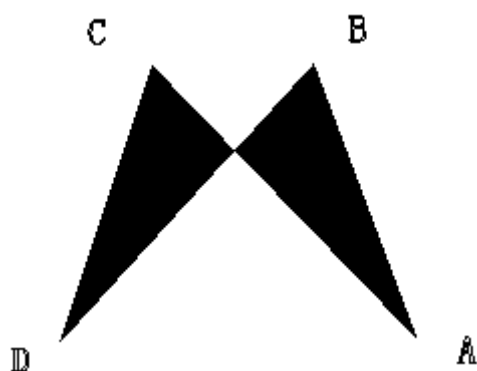

图 4-16 顺着同一个方向结果
用 Solid 命令绘制如图 4-16 所示图形，其具体操作如下：
3) 输入点的顺序应按“左、右”、“左、右”、……，依次输入，否则会出现“遗漏”现象，如图 4-16 所示，当然，在某些场合也需要做出这样的图形。Solid 命令是按奇数点连接奇数点，偶数点连接偶数点的规则，只要清楚这一点，就能灵活操作。